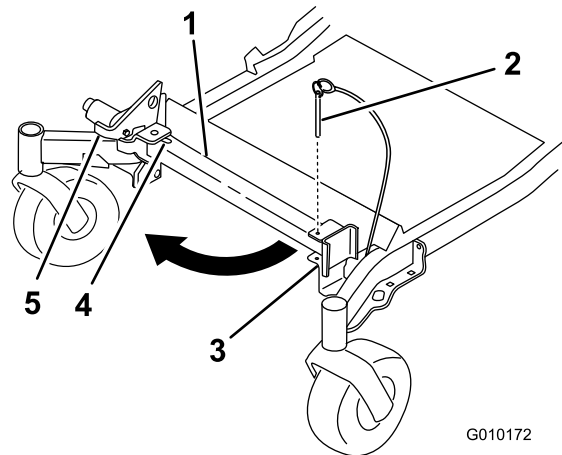
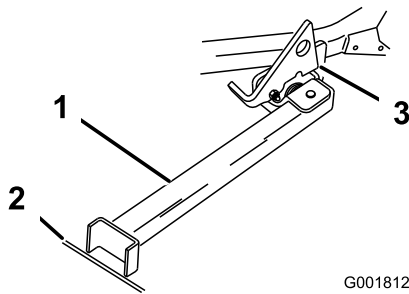

Bild 32
Bild 33
2. Nehmen Sie den Halterungsstift ab (Bild 32).
3. Heben Sie den Riegel an. Drehen Sie den Ständerfuß nach vorne heraus und schieben Sie den Ständer zur Maschine in den unteren Schlitz (Bild 32 und Bild 33).
- Stellen Sie den Fuß auf den Boden und lassen Sie den Riegel auf der Drehlasche aufliegen (Bild 33).
Hinweis: Stellen Sie den Ständerfuß am besten in Risse auf Gehwegen oder in der Rasenfläche (Bild 33).
- Fahren Sie auf den Stand auf. Halten Sie an, wenn der Riegel über die Lasche in die arretierte Stellung einrastet (Bild 33). Stellen Sie nach dem Auffahren auf den Stand die Feststellbremse fest und stellen Sie den Motor aus.